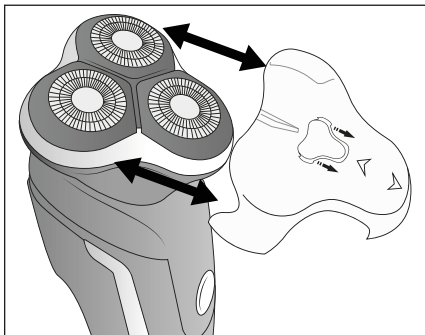

Bild 1
- ◆ Sätt skyddskåpan ❶ på rakapparaten när den inte används.
- ◆ Ta av skyddskåpan ❶ från skärenheten ❷ genom att dra den nedåt (se bild 1).